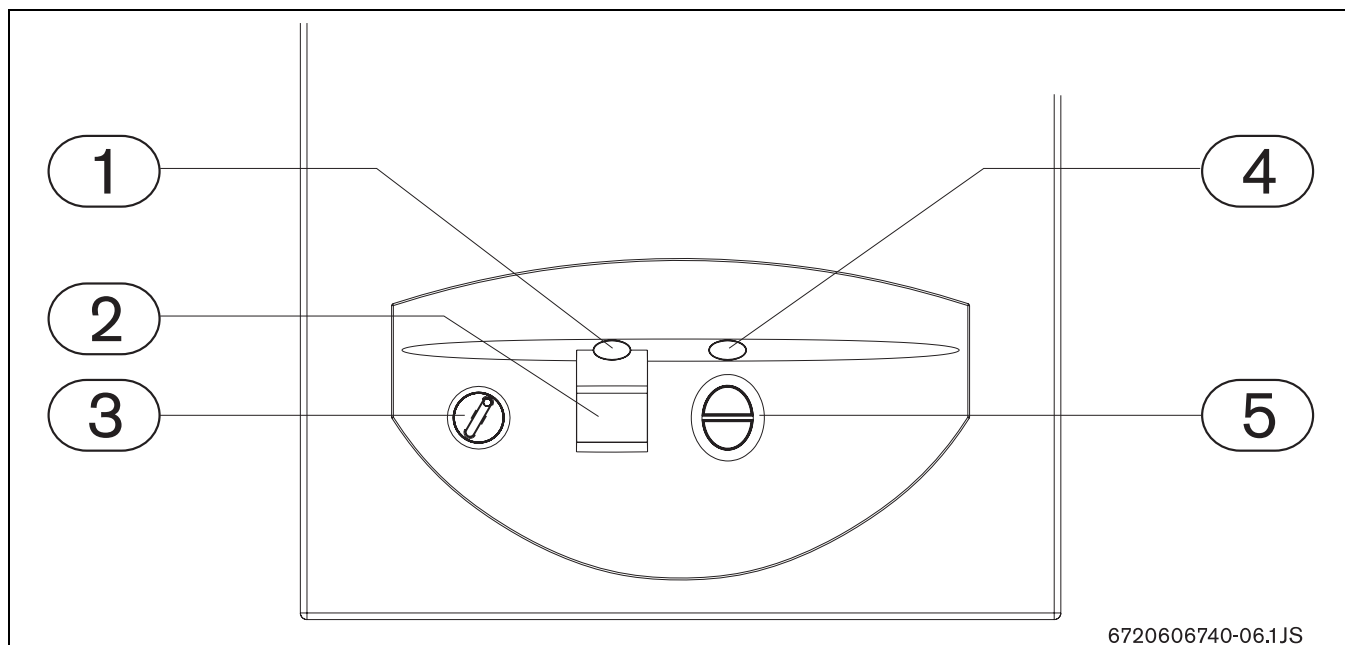
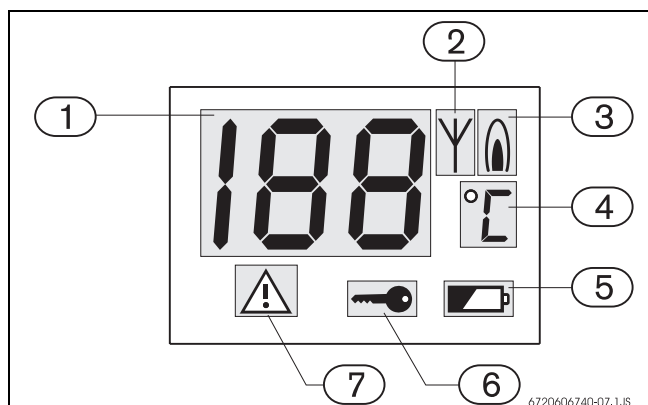

Fig. 7
Fig. 8 Painel LCD
Este aparelho dispõe de um sistema de diagnóstico de avarias. A indicação da detecção destas anomalias é feita através da indicação luminosa (luz vermelha) da tecla de rearme (\rightarrow Fig. 7, pos. 1), de um código no painel LCD (\rightarrow Fig. 7, pos. 2) e de um símbolo de erro (\rightarrow Fig. 8, pos. 7) no mesmo painel. O aparelho só volta a funcionar após a causa da avaria ter sido eliminada e se ter pressionado a tecla de rearme.